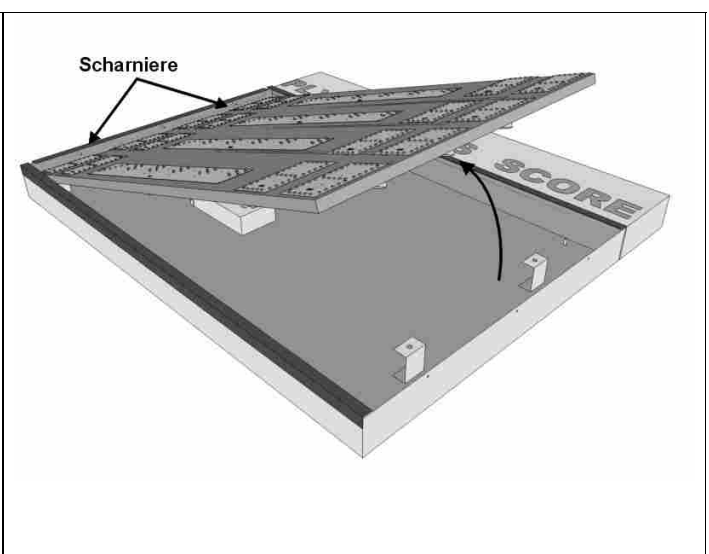

Abb. 17: Öffnen der LED-Platinen Halterung
5. Die Halterung, an der die LED-Platinen befestigt, auf der Seite des linken Scharniers öffnen (Abb. 17).